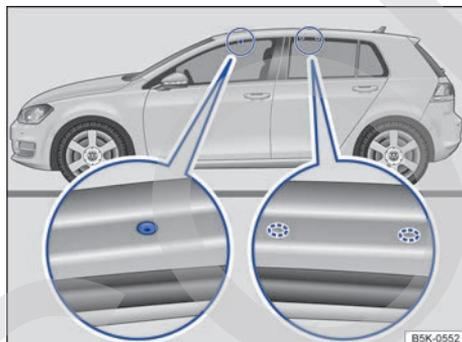

Fig. 159 Puntos de fijación para los soportes básicos.
Los orificios para fijar el soporte básico delantero se encuentran en la parte inferior de los largueros del techo y van cerrados con tornillos de plástico → fig. 159 (imagen ampliada izquierda) que hay que desenroscar antes de comenzar con el montaje.
Las marcas para fijar el soporte básico trasero se encuentran en la parte inferior de los largueros del techo → fig. 159 (imagen ampliada derecha).
- Monte los soportes básicos únicamente en los orificios y las marcas que aparecen señalados en la ilustración → fig. 159.